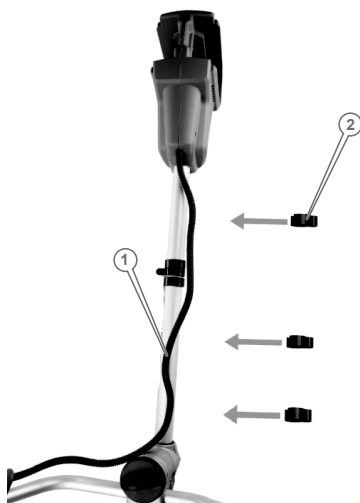

Рисунок 3. Схема кріплення фіксаторів електрошнур.
3. Закріпити електрошнур (1, рис. 3) у захисній гофрованій оболонці на штангу фіксаторами (2, рис. 3).